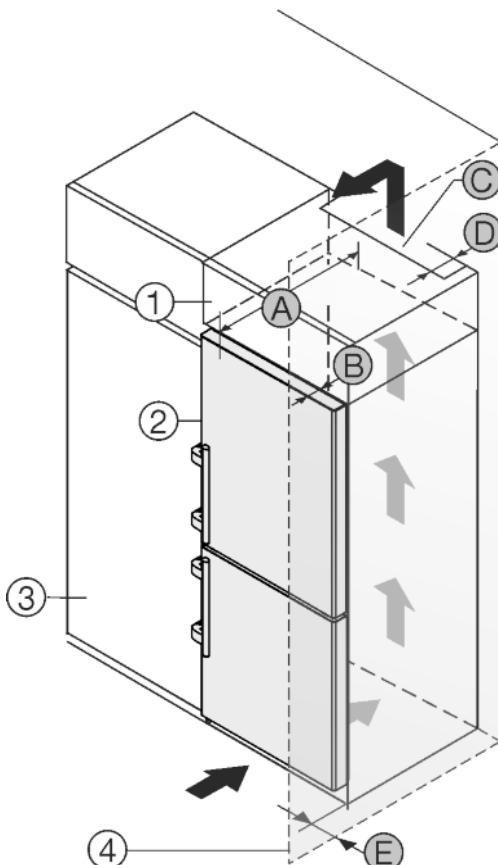

Fig. 50
Spotřebič lze zabudovat do kuchyňských skříní. K vyrovnání spotřebiče Fig. 50 (2) na výšku kuchyňské linky lze na přístroj nasadit nástavec Fig. 50 (1).
Spotřebič lze instalovat přímo vedle kuchyňské skříňky Fig. 50 (3). Aby bylo možné dveřka plně otevřít, musí spotřebič přesahovat o hloubku Fig. 50 (B) vůči přední linii kuchyňské skříňky. V závislosti na hloubce kuchyňských linek a použití vymezovačů odstupu od stěny může spotřebič výčnívat dále.
- Na zadní straně skříňky nástavce musí být větrací šachta hluboká alespoň hloubku Fig. 50 (D) mm přes celou šířku nástavce skříňky.
- Pod stropem místnosti musí být dodržen ventilační průřez Fig. 50 (C).
Pokud je spotřebič se závesy instalován vedle stěny Fig. 50 (4), musí být dodržena vzdálenost Fig. 50 (E) mezi spotřebičem a stěnou. To odpovídá přesahu madla při otevřených dveřích.